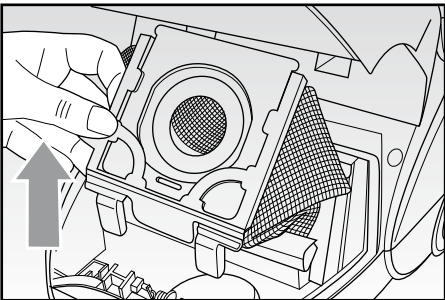

Fig. 8
- Rimuovere, estraendolo verso l'alto, il supporto del sacchetto per la polvere (Fig. 8). Estrarre il sacchetto, facendo scivolare la parte in plastica nelle apposite guide. Svuotarlo ed eventualmente lavarlo con acqua e detergente neutro.
- Rimuovere il sacchetto (Fig. 8).